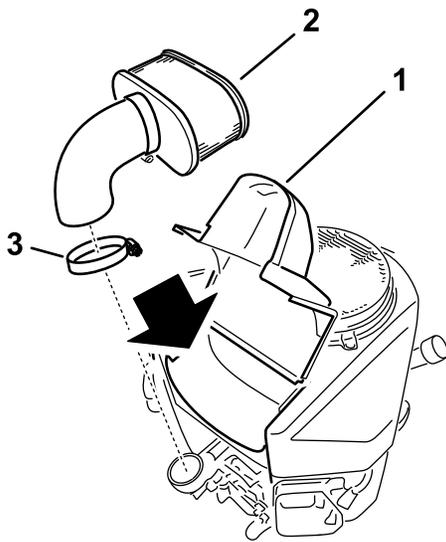

Figure 29
4. Desserrez le collier de flexible et retirez l'élément en papier (Figure 29).